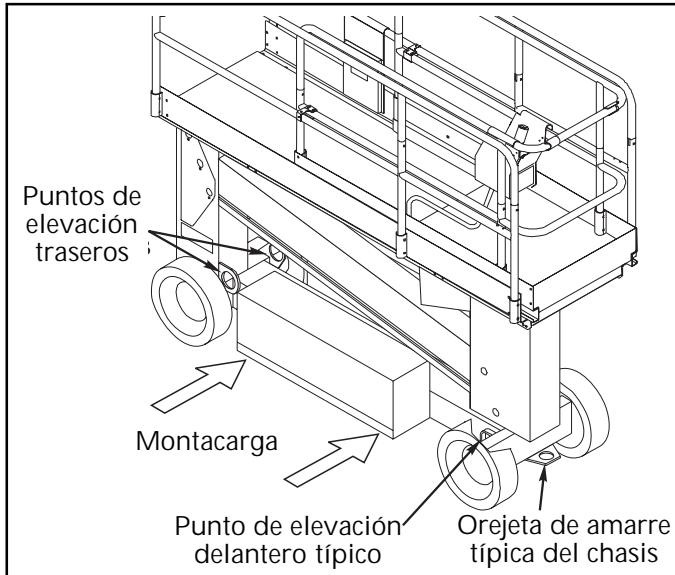

Figura 3: Transporte de la plataforma de trabajo
Levantar con el montacarga desde el costado del chasis, por debajo de los módulos (Figura 3).
Fijar las correas a los puntos paraizar del chasis (Figura 3).
2. Sujetar la plataforma de trabajo al vehículo de transporte con cadenas o correas de la capacidad de carga adecuada, sujetas solamente a las orejetas de amarre del chasis (Figura 3).